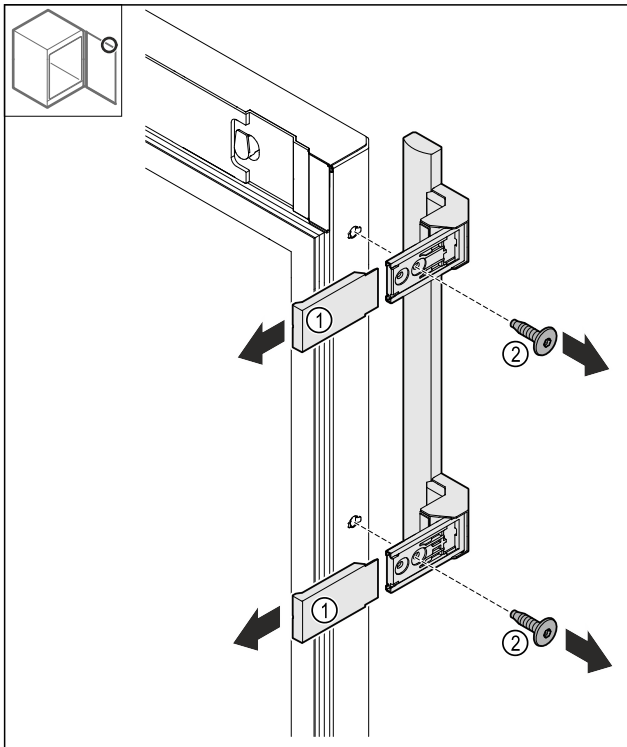

Fig. 24
- ▶ Húzza le a fedelet Fig. 24 (1).
- ▶ Oldja ki a csavarokat Fig. 24 (2).